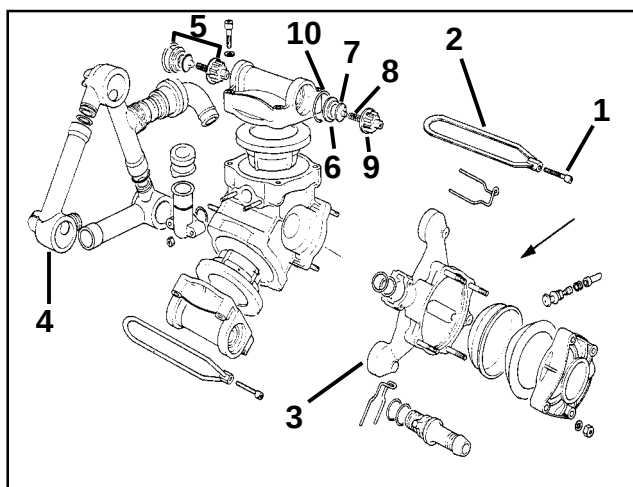
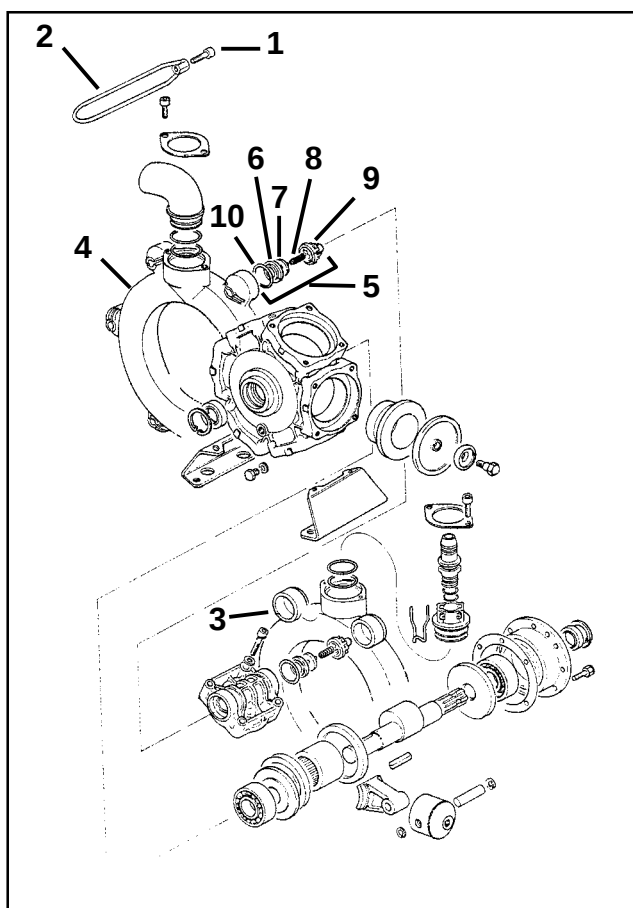

Fig. 9.8
Fig. 9.9
- Bolten (fig. 9.8/1, 9.9/1) løsnes og spændebøjlen (fig. 9.8/2, 9.9/2) fjernes.
- Suge- og trykrør (fig. 9.8/3, 9.9/3 og 9.8/4, 9.9/4) afmonteres.
- Ventilgruppen (fig. 9.8/5, 9.9/5) afmonteres.
- Det kontrolleres om ventil sæde (fig. 9.8/6, fig. 9.9/6), ventil (fig. 9.8/7, fig. 9.9/7), ventilspring (fig. 9.8/8, fig. 9.9/8) og ventilstyr (fig. 9.8/9, fig. 9.9/9) er beskadigede eller slidte og O-ring (fig. 9.8/10, fig. 9.9/10) fjernes.
Når delene igen monteres, skal De være opmærksom på at ventilstyret (fig. 9.8/9, fig. 9.9/9) ikke bliver beskadiget. Hvis ventilstyret bliver beskadiget, kan det bevirke at ventilerne blokerer.
- Tryk- (fig. 9.8/6, fig. 9.9/6) og sugerør (fig. 9.8/5, fig. 9.9/6) flanges på pumpehuset og spændebøjlen monteres.
- Boltene (fig. 9.8/1 og fig. 9.9/1) spændes på kryds med et spændingsmoment på **11 Nm**.